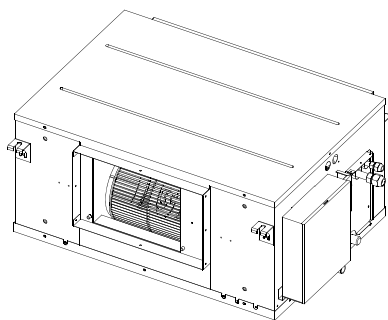

Рис. 5-10
1. Весь блок целиком показан на Рис. 5-10.